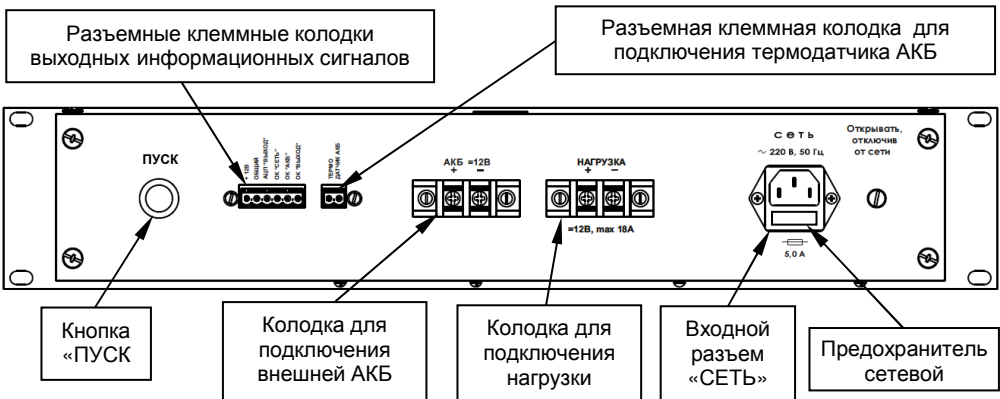

Рисунок 2 - общий вид задней панели источника
На задней панели источника расположены (см. рисунок 2):
- ♦ Подключите с соблюдением полярности к клеммам колодки «НАГРУЗКА» источника питания кабель питания нагрузки (см. рисунок 2).
- ◆ Проверьте правильность произведенного монтажа в соответствии с назначением клемм подключения (рисунок 2) и схемами подключения (рисунки 5-7);
- ◆ Проверьте наличие и исправность сетевого предохранителя (см. рисунок 2);